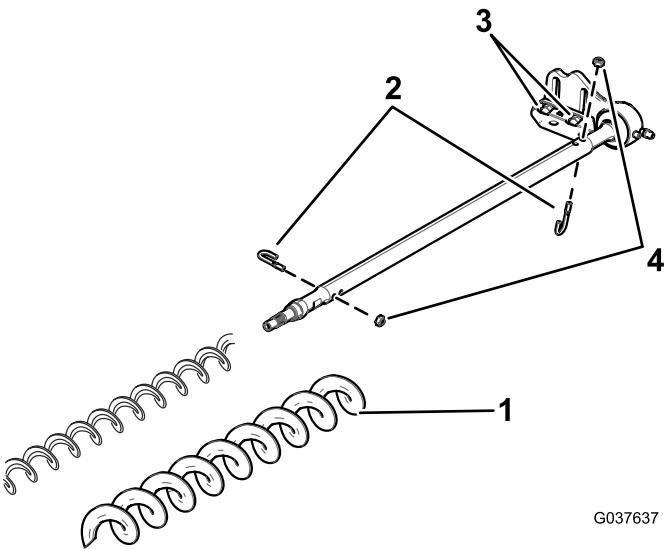

Figura 18
8. Aperte as porcas de bloqueio dos pernos em J com 2 a 3 N·m; consulte Figura 18.